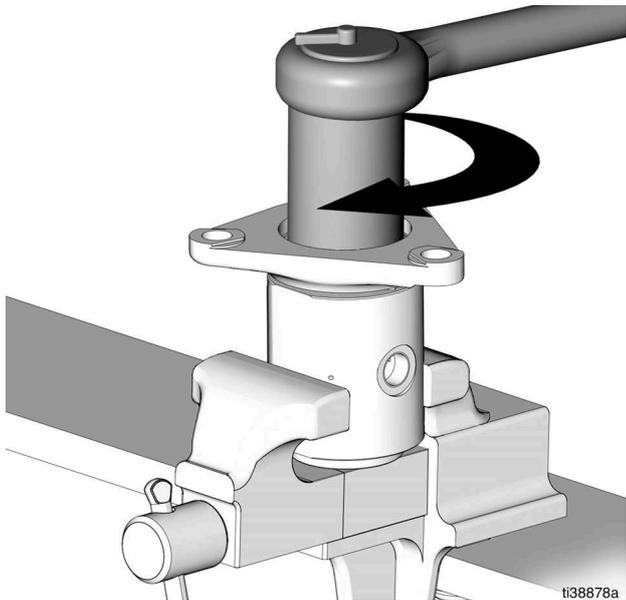

图 21
- 5. 使用 2 英寸套筒，重新安装喉管密封固定螺母 (19) 并拧紧 ( 扭矩 150 - 165 ft-lb/203.4 - 223.7 N•m ) ( 图 21 )。